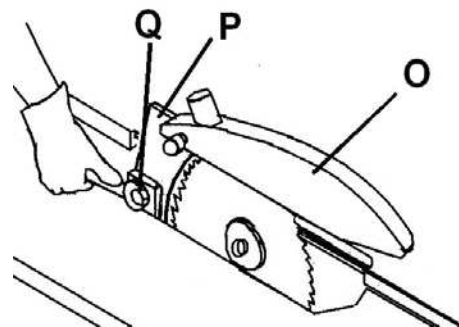

Рис. 21
- Расклинивающий нож (P, рисунок 21) может быть отрегулирован как в вертикальном, так и в горизонтальном положении.
- Использование защиты пильного диска (рисунок 21, O) обязательно. Закрепите защитный кожух пильного диска на расклинивавшем ноже (P).